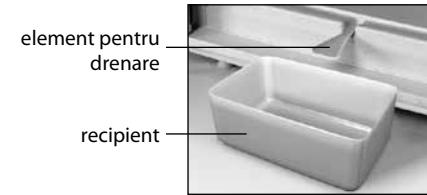

Figura 5 – Schema scurgerii apei rezultate în urma topirii din CF
- să instalați în conformitate cu figura 5 elementul de masă plastică
- I – camera de congelare (CC):